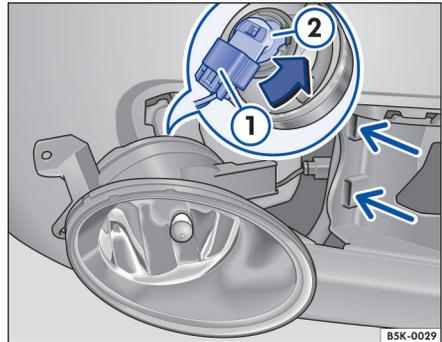

Fig. 198 Cambio de la lámpara del faro. ▶
4. Inclíne el faro un poco hacia delante y extráigalo de los alojamientos laterales ⇒ fig. 198 (flechas pequeñas).
5. Desbloquee el conector ⇒ fig. 198 ① y extráigalo.
6. Gire el portalámparas ⇒ fig. 198 ② hacia la izquierda, en el sentido de la flecha y hasta el tope, y extráigalo junto con la lámpara.
9. Acople el conector ⇒ fig. 198 ① en el portalámparas ⇒ fig. 198 ②. El conector debe encastrar de forma audible.
10. Introduzca el faro en los alojamientos ⇒ fig. 198 (flechas pequeñas) y encájelo hacia atrás.